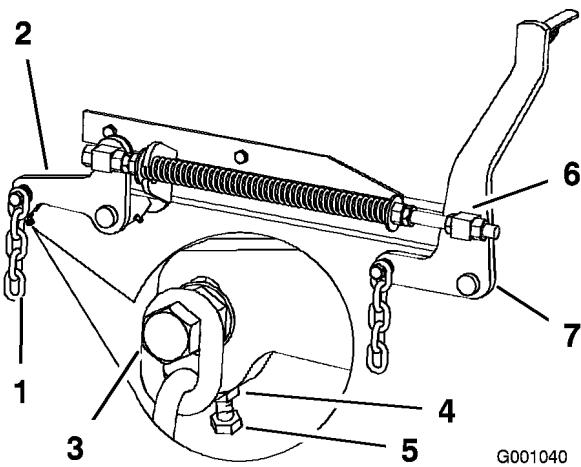

Bild 72
7. Wenn die Werte an den Stellen **B** oder **C** falsch sind, lösen Sie die Schraube, mit der die hintere Kette am hinteren Stützarm befestigt ist (Bild 72).
8. Lösen Sie die Klemmmutter unter dem hinteren Stützarm und stellen Sie die Einstellschraube so ein, dass Sie einen Wert von 79 bis 83 mm erhalten (Bild 72).
7. Lösen Sie die Klemmmuttern der vorderen Drehzapfen, vorne am rechten und linken Drehzapfen, um ungefähr 13 mm (Bild 72).
8. Stellen Sie die Hubmuttern auf der linken und rechten Seite der Maschine ein, um einen Wert zu erzielen, der vorne an Stelle **A** um 6 bis 10 mm niedriger ist als hinten an Stelle **B** (Bild 72).